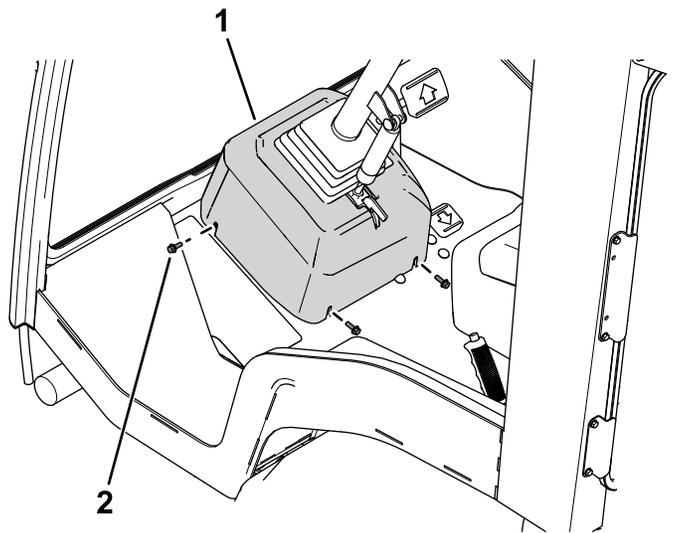

Bild 1
1. Entfernen Sie die Befestigungen und heben Sie die Lenkgehäuseabdeckung aus dem Weg (Bild 1).